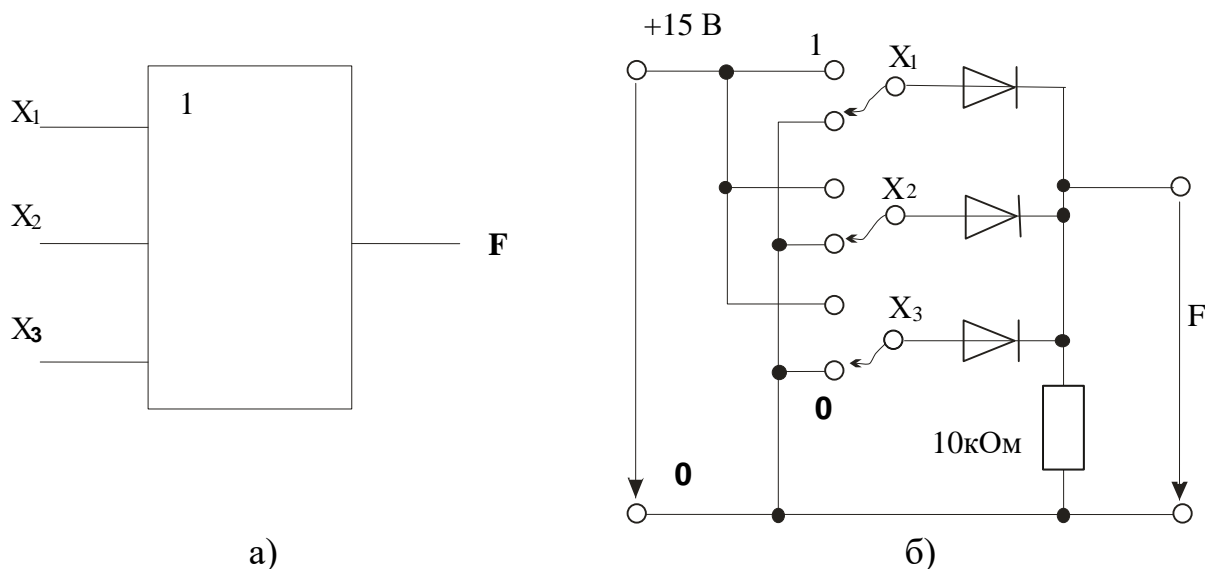

Рисунок 2 – Логический элемент OR с тремя входами
2.1. Соберите цепь согласно схеме (рис. 2, б). Подайте последовательно  $0\text{В} \equiv \text{сигнал } 0 \equiv \text{уровень низкого потенциала}$ ,  $+15\text{В} \equiv \text{сигнал } 1 \equiv \text{уровень высокого потенциала}$ , к входам  $x_1$ ,  $x_2$  и  $x_3$ , как указано в таблице 2. Занесите соответствующие значения выходного сигнала (0/1) в таблицу.